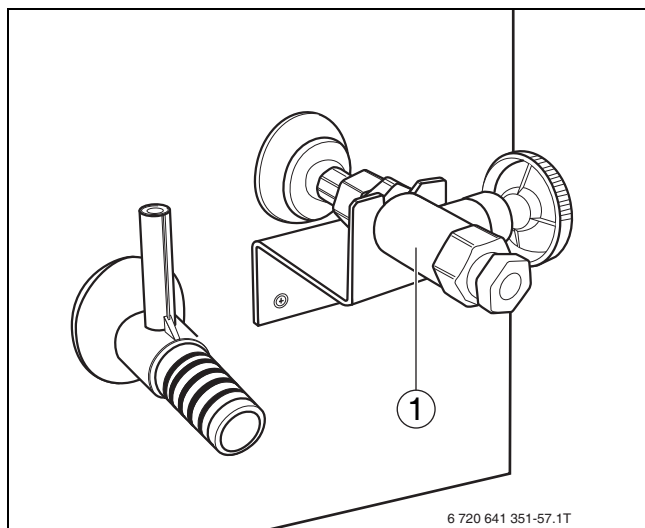

Bild 30 Öl-Absperrventil
- Ölschlauch mit der Dichtung am Öl-Absperrventil (→ Bild 30, [1]) montieren.